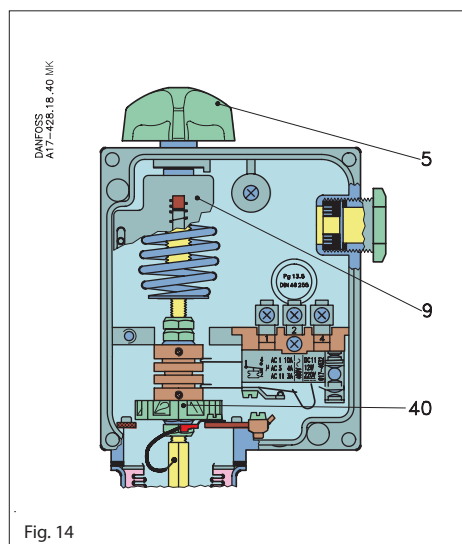
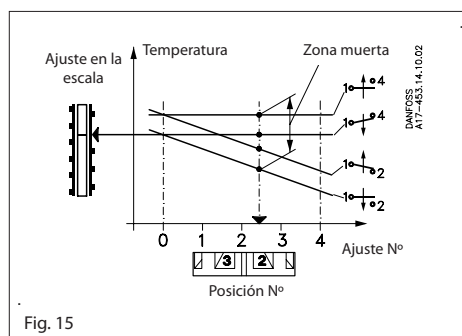

Fig. 14
Fig. 15
El rango se ajusta utilizando el mando de ajuste (5), fig. 14 al mismo tiempo que se observa la escala principal (9). El valor ajustado es la temperatura de apertura de los contactos 1-4, fig. 15.